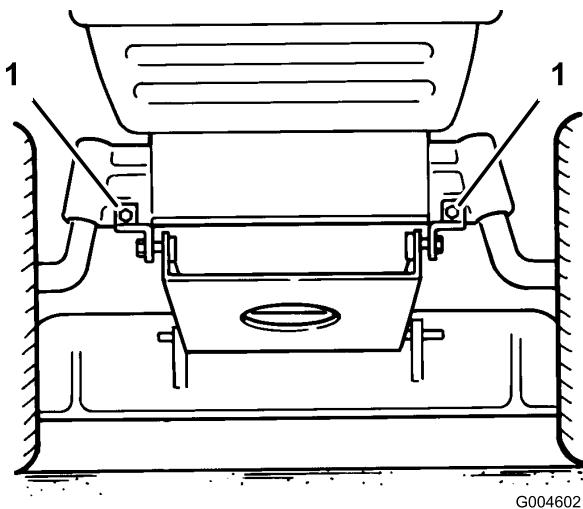

Figura 41
14. Baje los 2 soportes de pivote del cortacésped del eje delantero (Figura 41).
11. Instale los soportes de montaje del cortacésped al eje delantero con pernos y contratuerzas (Figura 41).